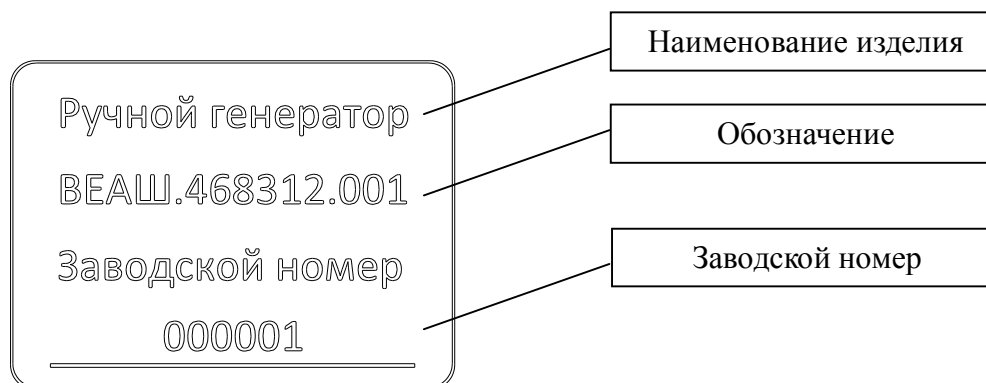

Рис. 2 Образец заполнения маркировочной таблички
- правильность заполнения маркировочной таблички (рис. 2).